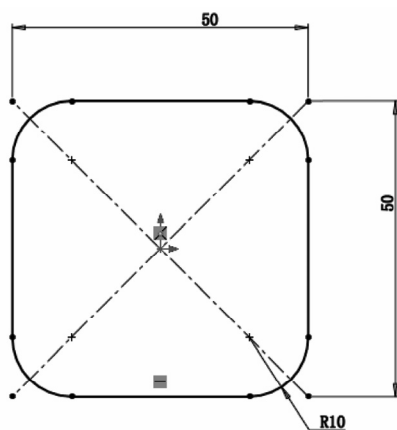
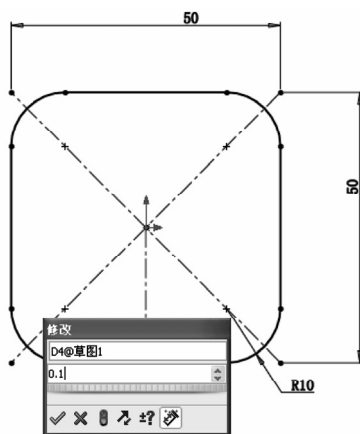

图 10-35 绘制矩形
图 10-36 绘制两条竖直直线
1) 首先绘制第一个草图。在左侧的 FeatureMannger 设计树中选择“上视基准面”作为绘图基准面，然后单击“草图”控制面板中的 （中心矩形）按钮，或选择“工具”→“草图绘制实体”→“中心矩形”菜单命令，绘制一个中心在原点的矩形，标注矩形长宽值分别为 50、50。将矩形直角进行圆角，半径值为 10，如图 10-35 所示。绘制一条竖直的构造线，然后绘制两条与构造线平行的直线，单击“草图”控制面板“显示/删除几何关系”下拉列表中的 （添加几何关系）按钮，选择两条竖直直线和构造线添加对称几何关系，然后标注两条竖直直线距离值为 0.1，如图 10-36 所示。